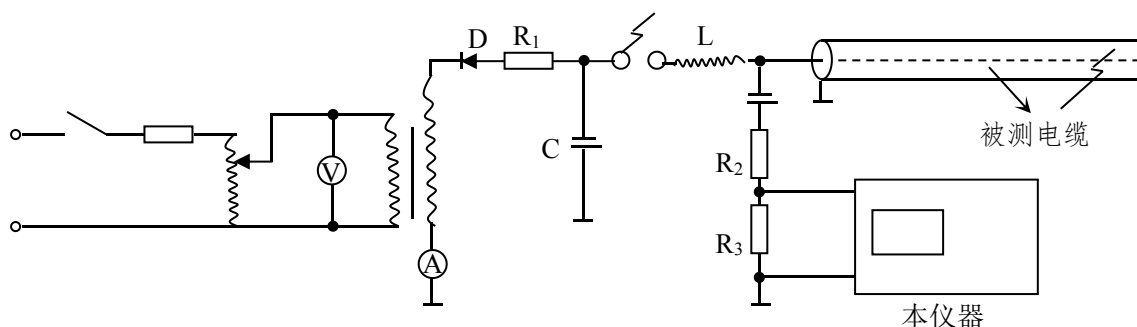

图 9 冲击高压法测试原理图
3) 按图 9 所示线路连接设备。地线要求接触良好。其中储能电容 C 要求大于 $1 \mu F$ ，耐压应能满足试验要求。其它设备要求与直闪法相同。电感一般取 27001 中的 2 或 3，也可视被测电缆段的长度或根据反射波形适当增大或减小。